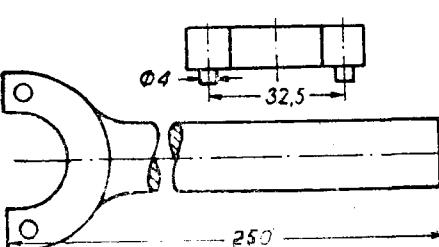

Рис. 71. Эскиз для изготовления
1. Выдвиньте шток в верхнее положение. Специальным ключом (рис. 71) отверните гайку 2, захватив ее за отверстия сверху.